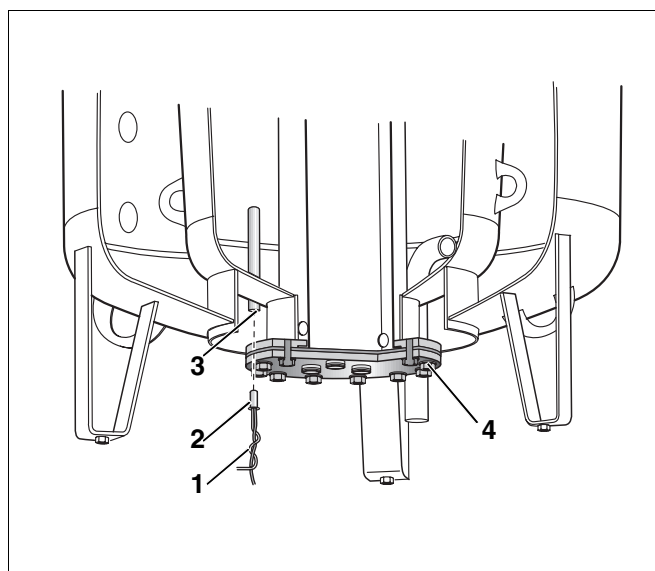

Fig. 9 Point de mesure MB₂ (doigt de gant solaire)
- Introduire la sonde (fig. 9, **pos. 2**) avec le câble de guidage (fig. 9, **pos. 1**) jusqu'à la butée. Le câble de guidage se trouve sur le point de mesure MB₂, voir fig. 9, **pos. 3**.